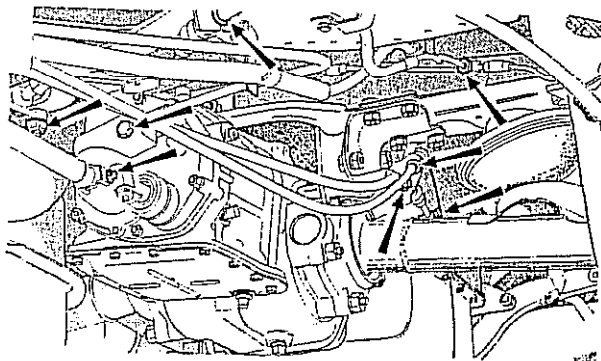

Fig. 33
- 3) Sacar de su tope las fundas de los cables comando de embrague y acelerador (Fig. 33).